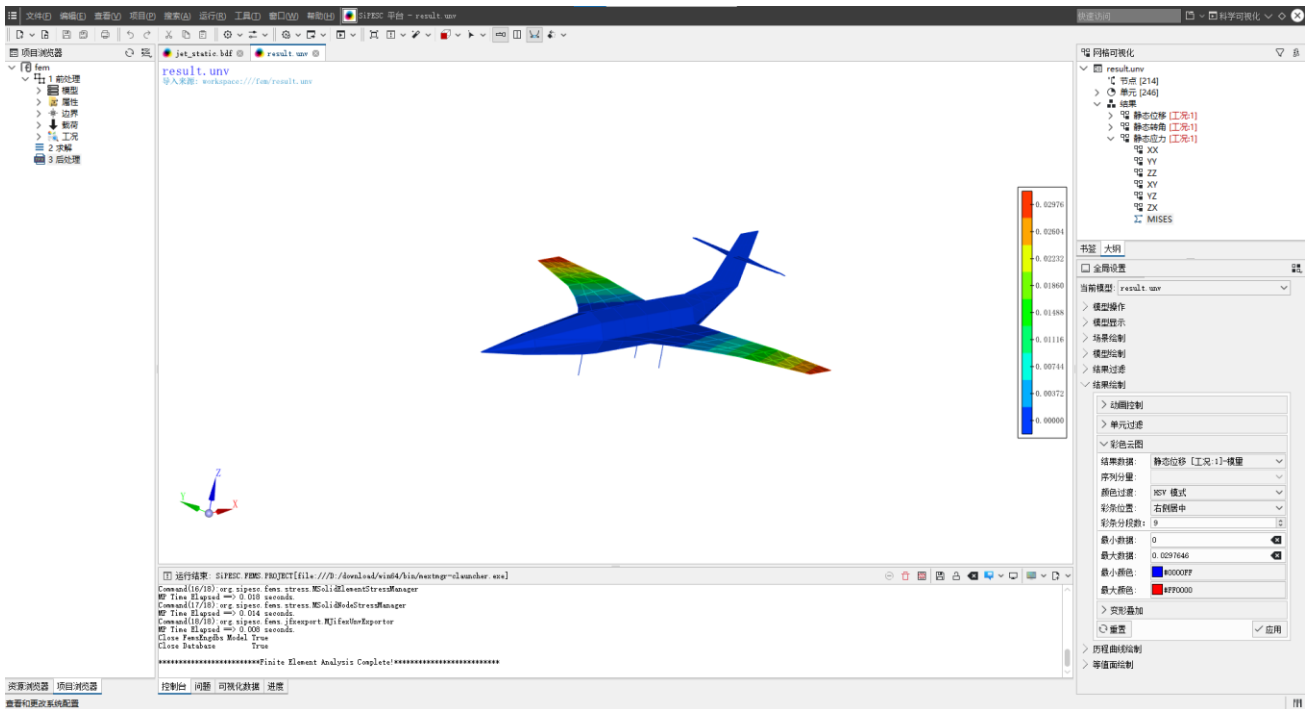

图 5-8 位移云图
4. 结果数据选择“静态位移[工况：1]-模量”，点击应用按钮，此时，编辑器窗口将显示位移云图，如图 5.8 所示。